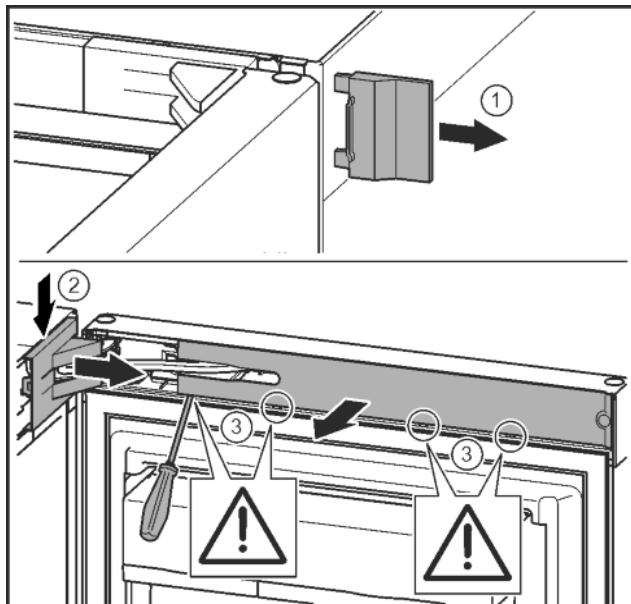

Fig. 9
- Свалете външния капак. Fig. 9 (1)
► Освободете и развойте капака на лагерната стойка. Свалете капака на лагерната стойка. Fig. 9 (2)
► Освободете капачката с плоска отвертка и я завъртете настрани. Fig. 9 (3)